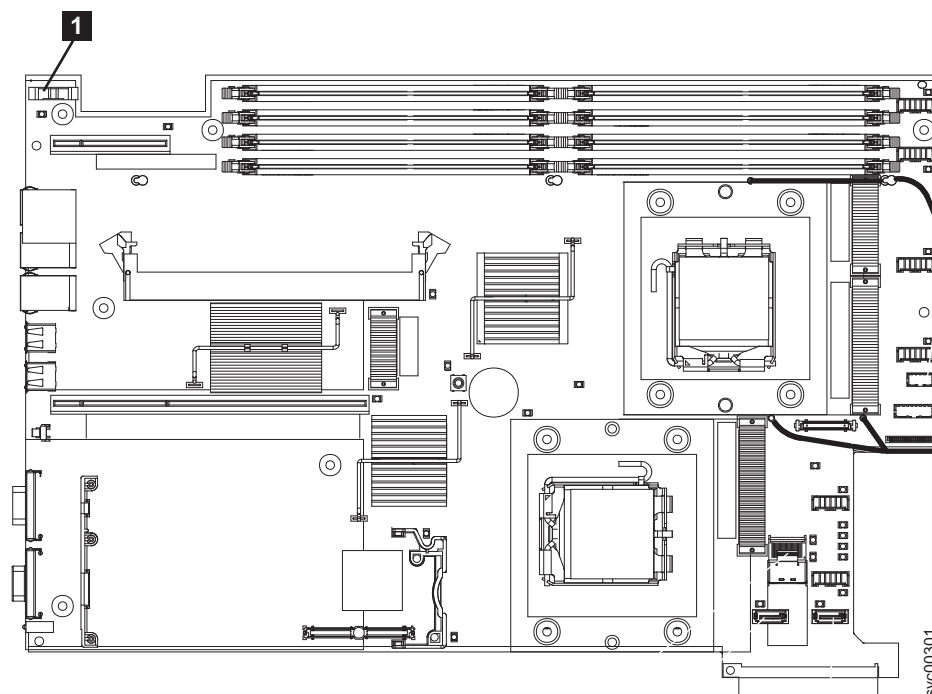

図 135. SAN ボリューム・コントローラー 2145-8G4 CMOS バッテリー・ホルダーの位置
4. バッテリー **1** をシステム・ボード上で見つけます。図 135 には、このバッテリーのロケーションを記載してあります。